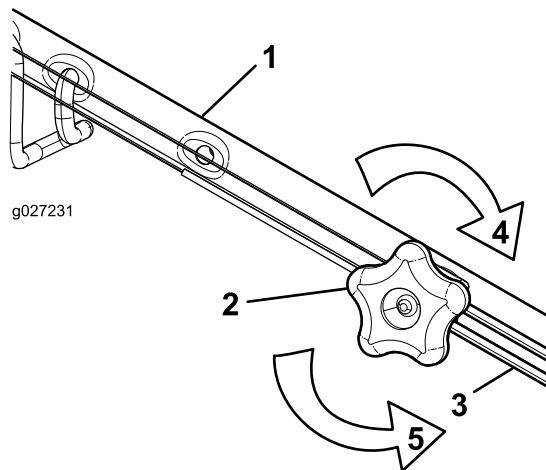

図 27
1. 調整ねじを左に回してケーブルの調整をゆるめる 図 27。
2. ケーブル 図 27 を押し引きして適当な位置に調整できたら、その位置に保持する。